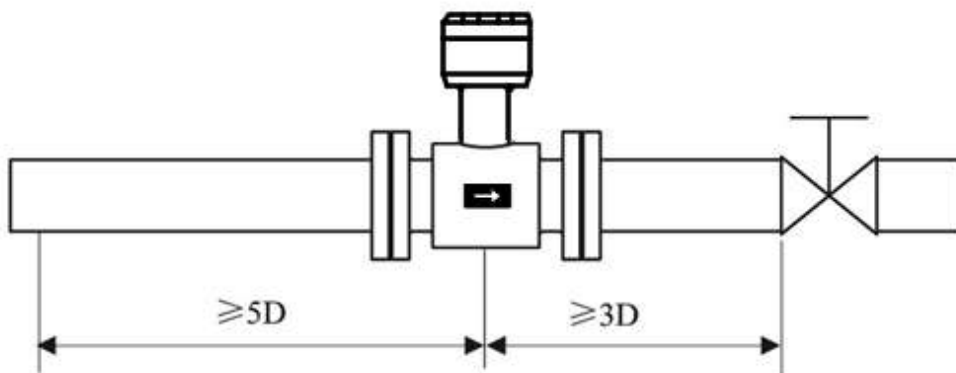
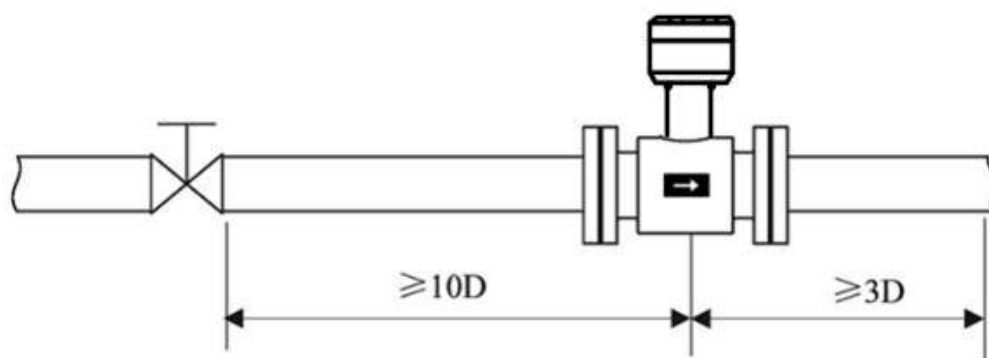
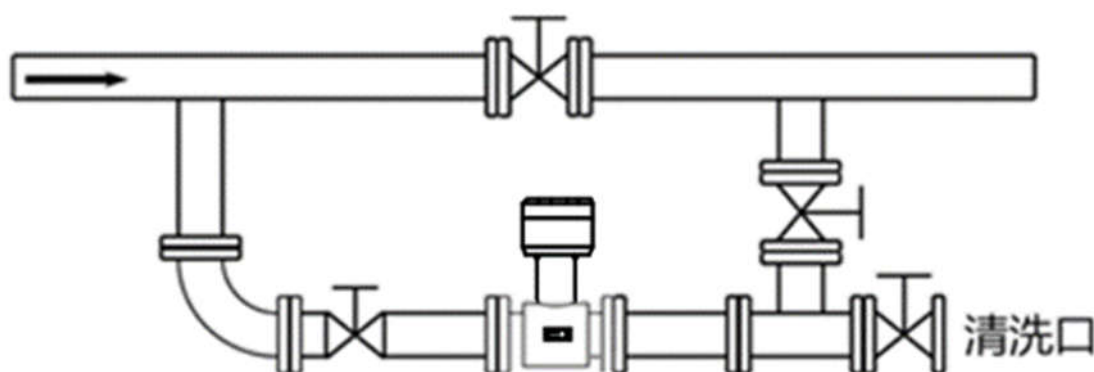

图 10 阀门位于传感器下游的安装
图 11 阀门位于传感器上游的安装
图 12
(1) 位置
(2) 避免磁场干扰
(3) 直管段长度
- 为确保流量计的测量精度，建议应保证传感器上游直管段长度至少应为 5 倍管径(5D)，下游直管段长度至少应为 3 倍管径(3D)。(参见图 10、图 11)
(4) 维修空间
(5) 对工艺上不允许流量中断的管道
- 在安装电磁流量计时应加设旁路通管和清洗口，如图 12 所示，这种装置可在流量计退出使用的情况下，保证设备系统连续工作。
(6) 电磁流量计的支撑
下图 10 为电磁流量计安装时的优先选用位置。